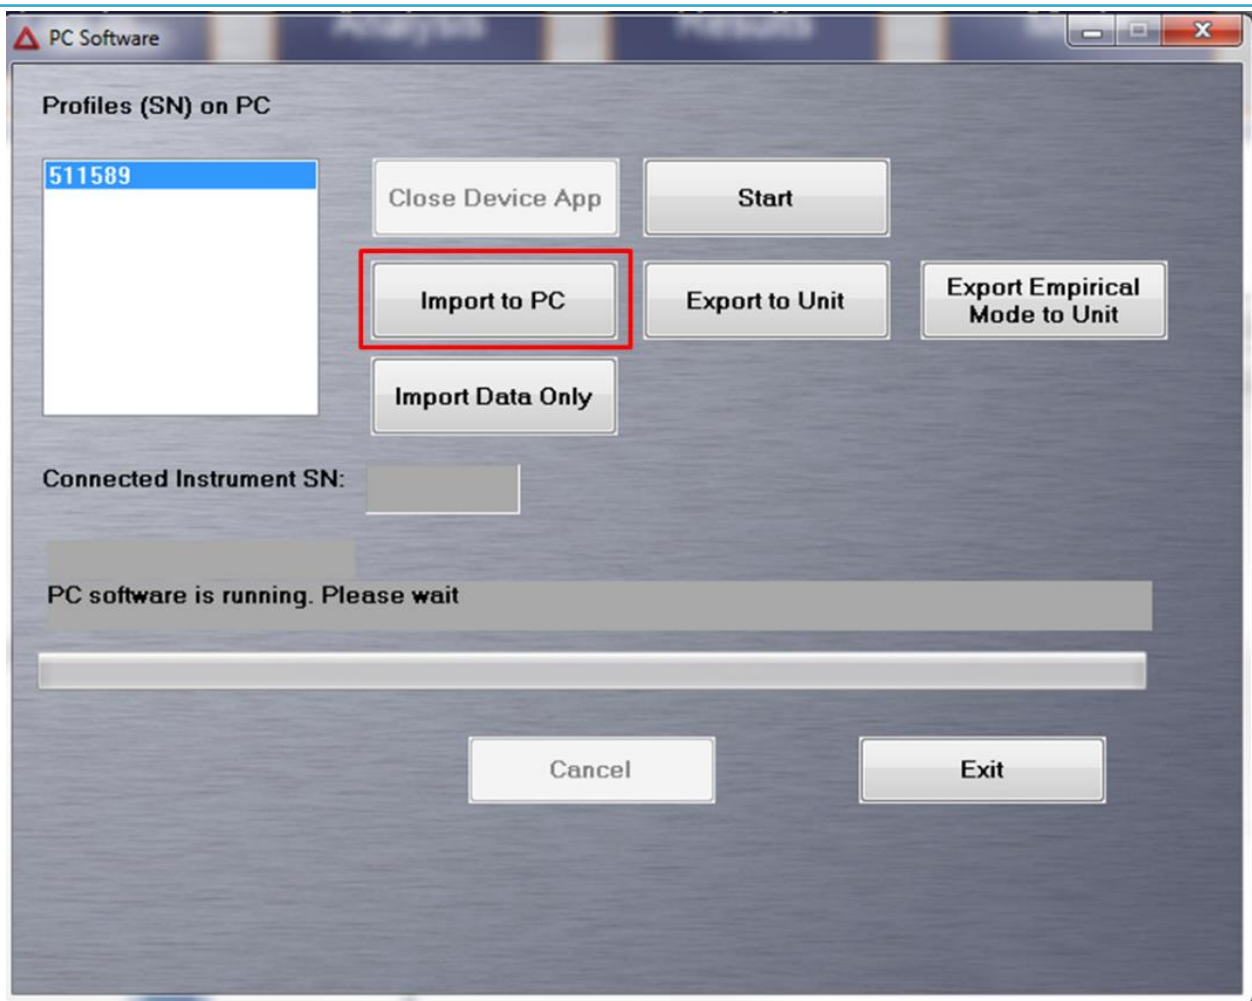

Figura 38 – Imagem mostrando a tela para importar os dados do equipamento para o computador.
- Entretanto antes de exportar os dados é necessário importar as análises do equipamento para o computador. Essa importação é feita clicando na opção “*Import to PC*” na janela do *PC Software*, como mostra a Figura 38.